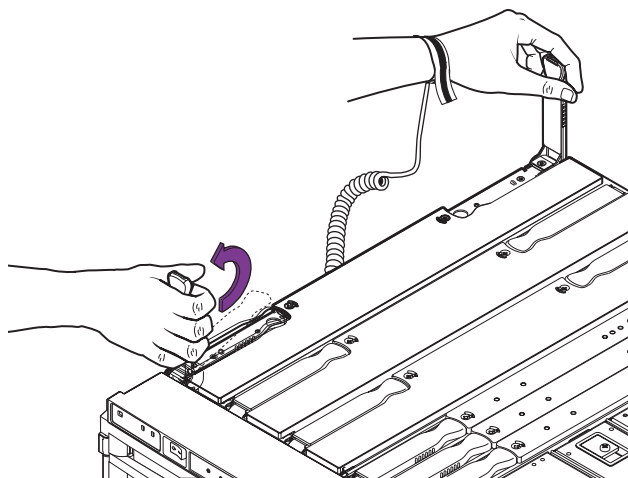

図 15-4 CPU/メモリーボードの取り外しレバーの引き起こし
9. 取り外しレバーを、ボードに対して 90 度になるまで両方同時に起こします (図 15-4)。